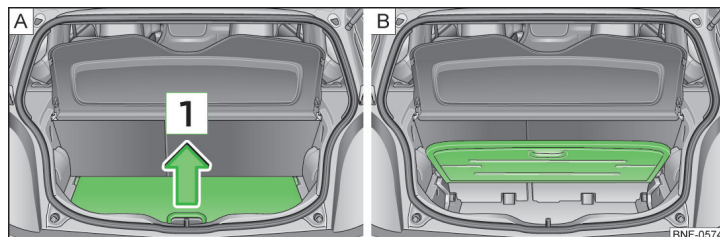

Fig. 70 Piso de carga variable: abrir/abatir hacia delante
- Agarre el piso de carga por el asidero **1** y levántelo en el sentido de la flecha hasta el tope » fig. 70 - **A**.